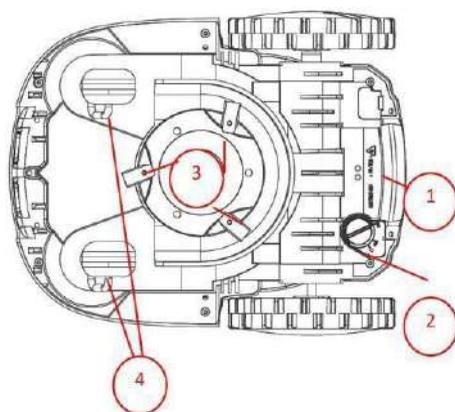

Fig. 3 - Côté inférieur
**AVERTISSEMENT :** Toujours retirer le dispositif de désactivation avant de travailler sur la machine ou de la soulever. (Interrupteur ON-OFF, voir numéro 2, figure 3)